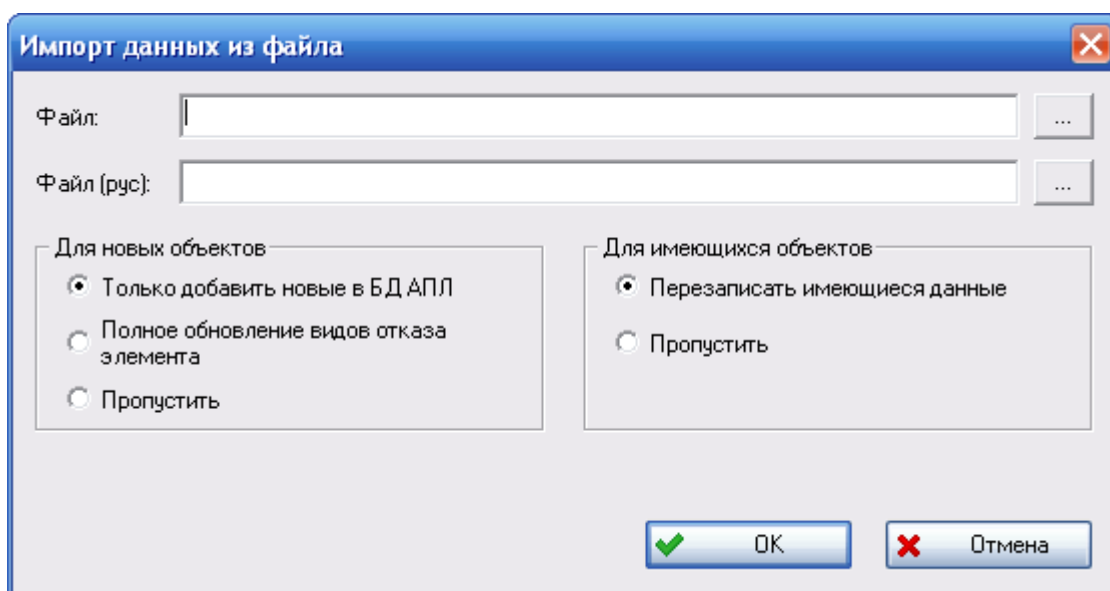

Рис. 16-10
3. В результате откроется окно **Импорт данных из файла**, предназначенное для настройки параметров импорта отказов корневого элемента ЛСФ (рис. 16-10).